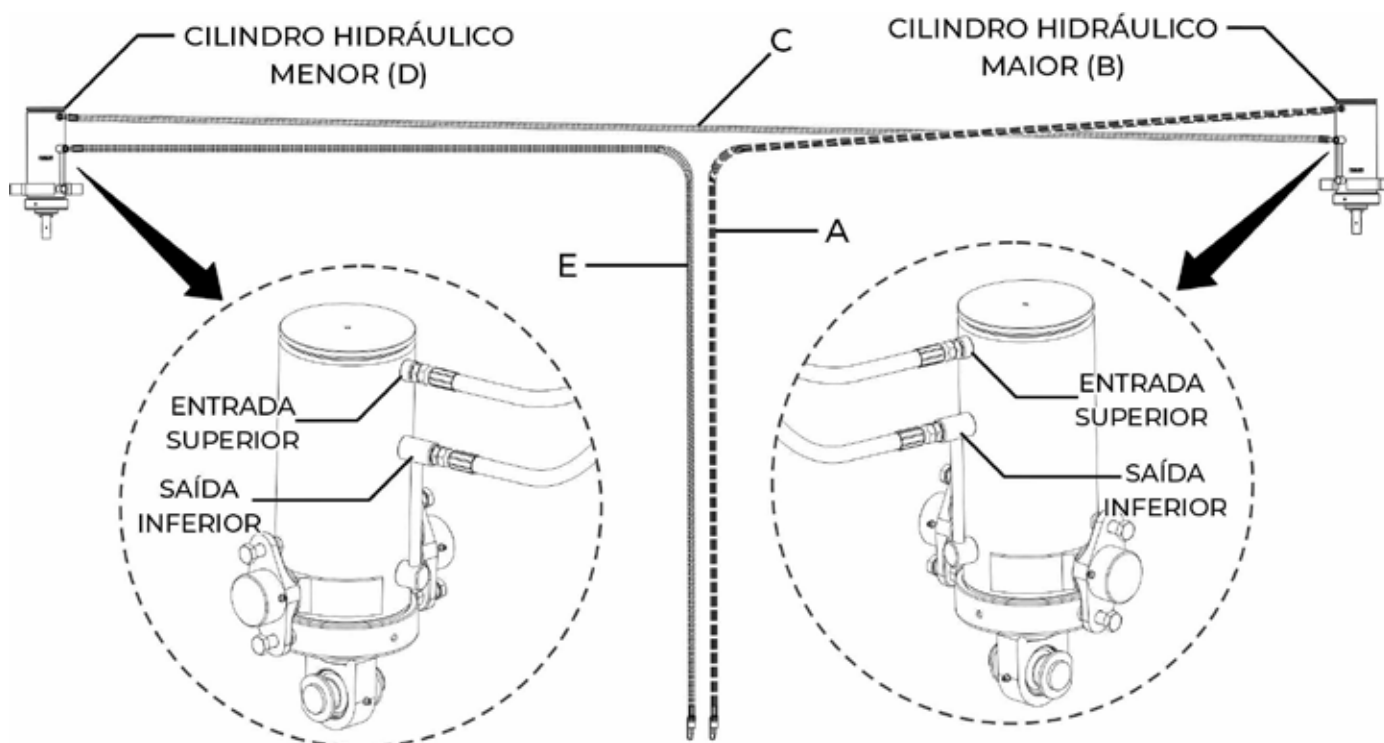

fig. 20
Coloque a mangueira na direção de fluxo trator-semeadora (A) (fig. 20), na entrada superior do cilindro maior (B). Coloque a mangueira (C) na saída inferior do cilindro maior (B) e conecte a mangueira na entrada superior do cilindro menor (D).